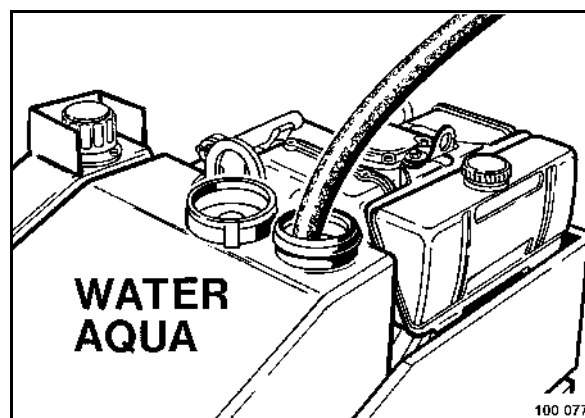

fig. 57
- Ouvrir le couvercle (fig. 57), remplir l'eau puis refermer le couvercle.